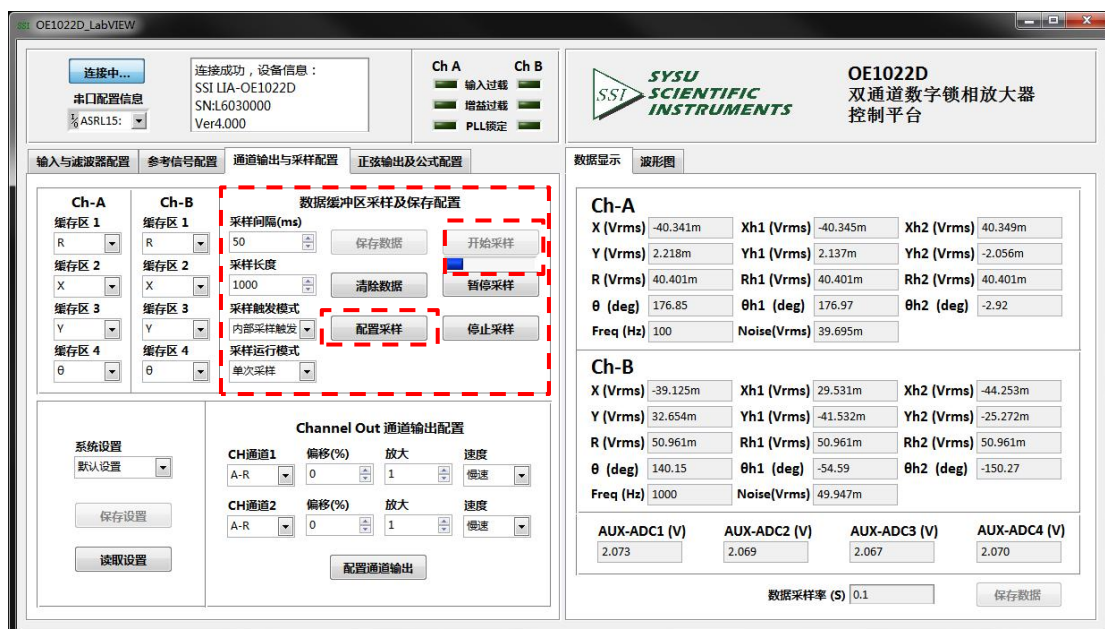

图 84. 数据采集
1. 在数据缓存区配置区域选择好每个缓存区的采集数据类型、采样间隔和采样长度，其它选项默认，然后点击“配置采样”按钮，再点击右方的“开始采样”按钮。当在按钮下方出现进度条时，表示开始进行数据采集，如图 84 红框内所示。